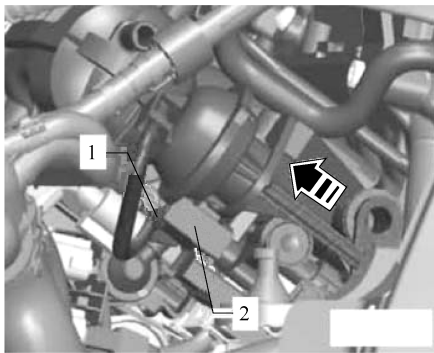

图 2-7-4 检查进气管转换器
5) 脱开进气管风门气流控制阀 N316 上可变进气管转换器定位元件的真空软管, 如图 2-7-4 所示。